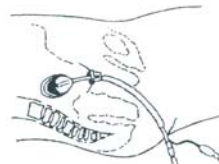

Abbildung 2
2. Stellen Sie sicher, dass der Griff (F) mit der abgeflachten Seite des Gebärmuttertasters an der 6 cm-Markierung befestigt ist.
3. Testen Sie mithilfe einer normalen Plastikspritze die aufpumpbare Manschette, indem Sie 6 bis 7 cm³ Luft in die Ventilvorrichtung (A) einbringen.
6. Vergewissern Sie sich, ob der Gebärmutterhals geweitet werden muss. Weiten Sie unter Anwendung bewährter Operationstechniken bis auf Legel-Größe 14 oder verwenden Sie eine geschlossene Standard-Tamponzange, um den Gebärmutterhals zu weiten. Die aufpumpbare Manschette (C) des Uterus-Manipulator könnte reißen, falls die Passage nicht weit genug ist.
7. Befeuchten Sie den distalen Endport (B) und die Manschette (C), um das Einführen zu erleichtern. Führen Sie das Instrument vorsichtig entlang der natürlichen Achse des Gebärmutterhalses ein, um eine Verletzung zu vermeiden.
8. Führen Sie den Uterus-Manipulator vollständig in den Uterus ein, bis die Oberfläche des Gebärmuttertasters (E) an den äußeren Gebärmutterhals stößt. Füllen Sie nun die Manschette langsam mit 3 bis 10 cm³ Luft, bis Sie merken, dass der Gebärmuttertaster fest gegen den Gebärmutterhals gedrückt wird. Die aufgepumpte Manschette "greift" den unteren Uterus, indem sie ihn zwischen sich und den fixierten Gebärmuttertaster presst. Halten Sie mit dem Daumen den Kolben der Spritze gedrückt, während Sie die Spritze aus dem Aufpumpventil entfernen, um ein Zurückströmen der Luft in die Spritze zu verhindern.
9. Sie können sicherstellen, dass die Manschette (C) während des Vorgangs nicht beschädigt wurde, indem Sie die Spannung des Ballons (A) überprüfen. Wenn sich der Ballon weich und nachgiebig anfühlt, weist dies auf einen Riss oder ein Leck in der Manschette hin.
12. Der Uterus kann von der posterioren Position (siehe Abbildung 2) in die anteriore Position gedreht werden, indem der Uterus-Manipulator im Uterus posterior platziert und nach Aufpumpen der Manschette in die anteriore Position gedreht wird.
13. Überprüfen Sie vor der Manipulation oder Injektion, ob die Manschette (C) aufgepumpt ist, indem Sie die Spannung des Ballons beobachten. Der Verschluss des Gebärmutterhalses geht verloren, falls sich die Manschette löst. Eine nicht aufgepumpte Manschette erhöht die Gefahr einer Perforation der Uteruswand.
14. Um den Uterus-Manipulator zu entfernen, führen Sie eine Spritze tief in das Luftventil (A) ein und pumpen das Medium aus der Manschette ab. Entfernen Sie das Instrument vorsichtig. Überprüfen Sie das Instrument vor der Entsorgung, um sicherzustellen, dass es intakt ist und keine Teile im Scheidenkanal zurückbleiben.